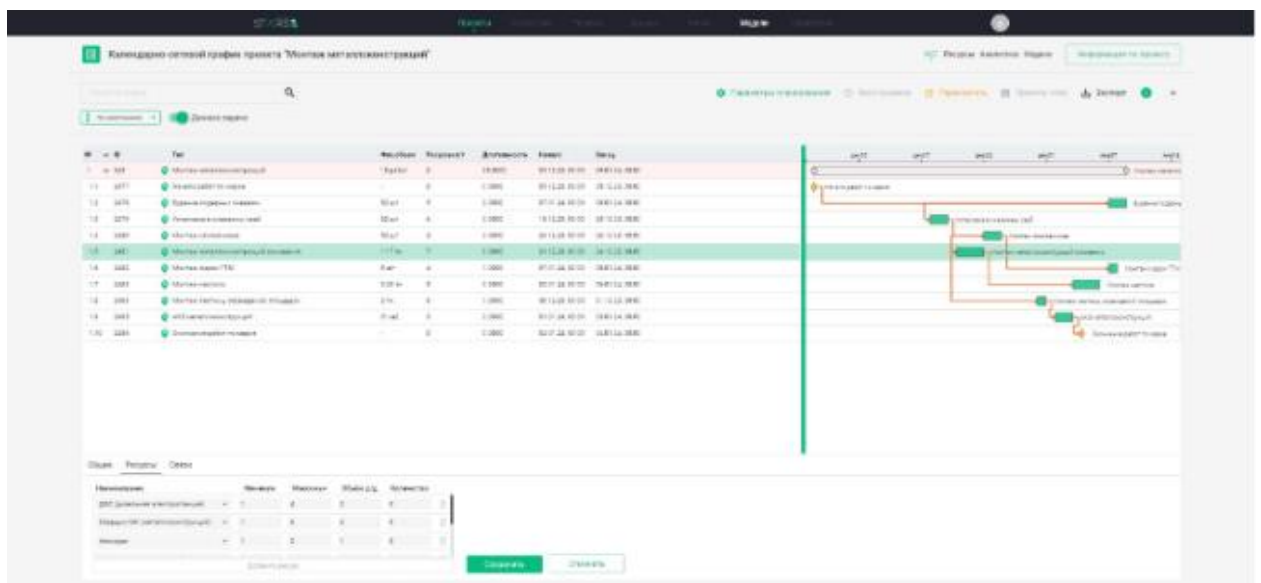

Рисунок 9 – Страница проекта (редактирование ресурсов)
- б. Редактирование ресурсов. Для редактирования границ ресурсов необходимо выбрать работы, ресурсы которой пользователь хочет изменить (рисунок 9).